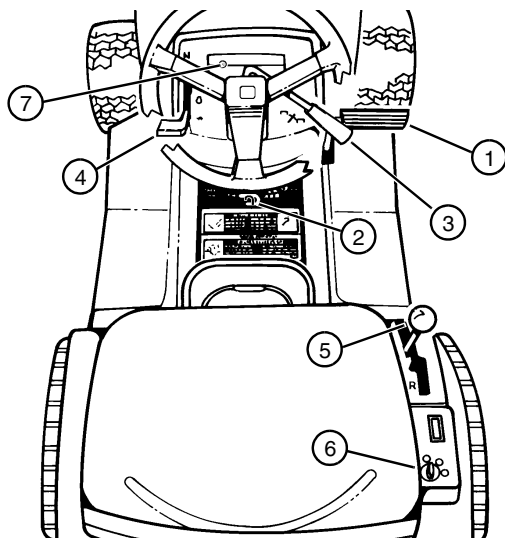

ABBILDUNG 13
- Bremspedal (1) ganz nach unten drücken und halten (siehe ABBILDUNG 13).
- Feststellbremsenverriegelung (2) zuerst nach vorn und dann nach links schieben..
- Hebel für den PTO-Antrieb (3) nach hinten bewegen, um Messerantrieb zu entkoppeln (siehe ABBILDUNG 13).
- Schalthebel (5) in die Leerlaufstellung (N) bewegen.
- Zündschlüssel in Zündungsschalter (6) stecken.
- Bremspedal (1) ganz nach vorn drücken und gedrückt halten (oder Bremsverriegelung wie oben beschrieben benutzen).